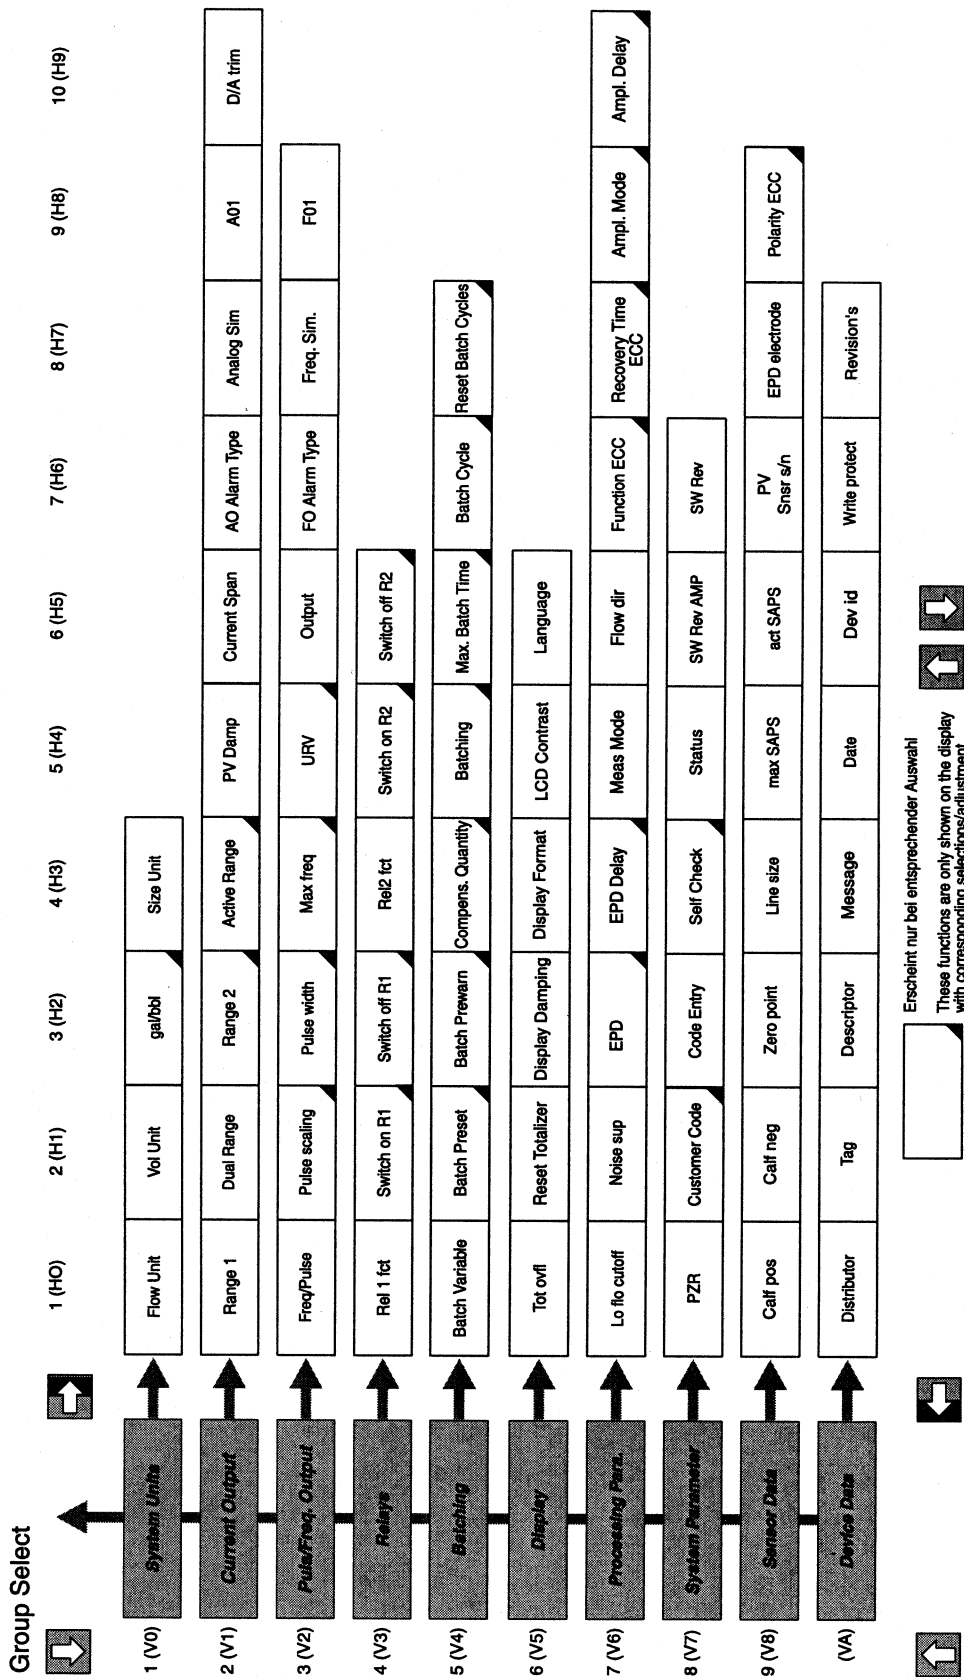

Рис. 43
- б. Расходомер уже подключен → сразу появляется уровень меню "он-лайн". С одной стороны, на уровне "он-лайн" постоянно отображаются текущие измеряемые значения, включая расход, накопленное значение и т.д., с другой стороны, обеспечивается доступ через строку «ВЫБОР ГРУППЫ» к матрице программирования Promag 33 (см. рис. 43). В этой матрице систематизированы все доступные для системы HART функциональные группы и функции.